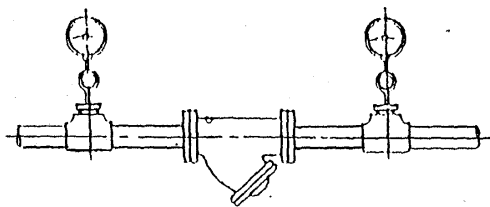

図1
- (1) ストレーナの前後に圧力計を取り付けると、差圧により目づまりの状態を知ることができます。 [8. 配管図例 図 1 参照]
- (2) 取付けは、キャップ又はカバー部が下向きになるようにして下さい。但し、蒸気配管においてドレン障害等が問題となる場合はキャップ又はカバー部が水平になるようにして下さい。
- (3) 流れ方向が下から上になる配管の場合は、ブローバルブを設けて、立上り管の最下部に溜ったスケールを取るよう to して下さい